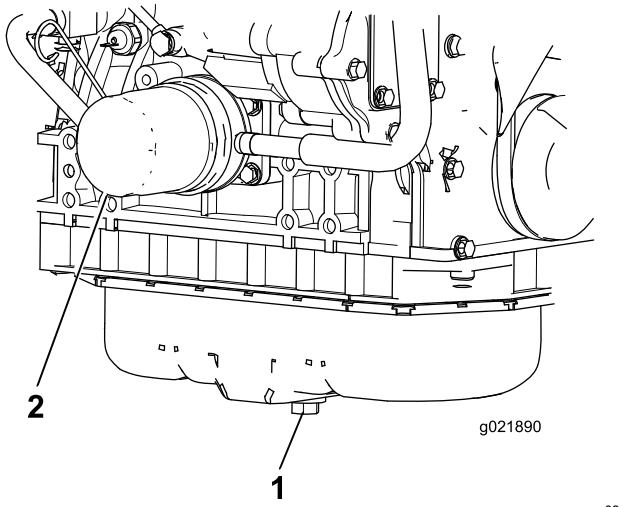

Figure 66
1. Retirez le bouchon de vidange (Figure 66) et laissez couler l'huile moteur dans un bac de vidange. Remettez le bouchon en place lorsque la vidange d'huile est terminée.
2. Déposez le filtre à huile (Figure 66). Appliquez une fine couche d'huile propre sur le joint du filtre de rechange avant de le visser en place. **Ne serrez pas excessivement.**